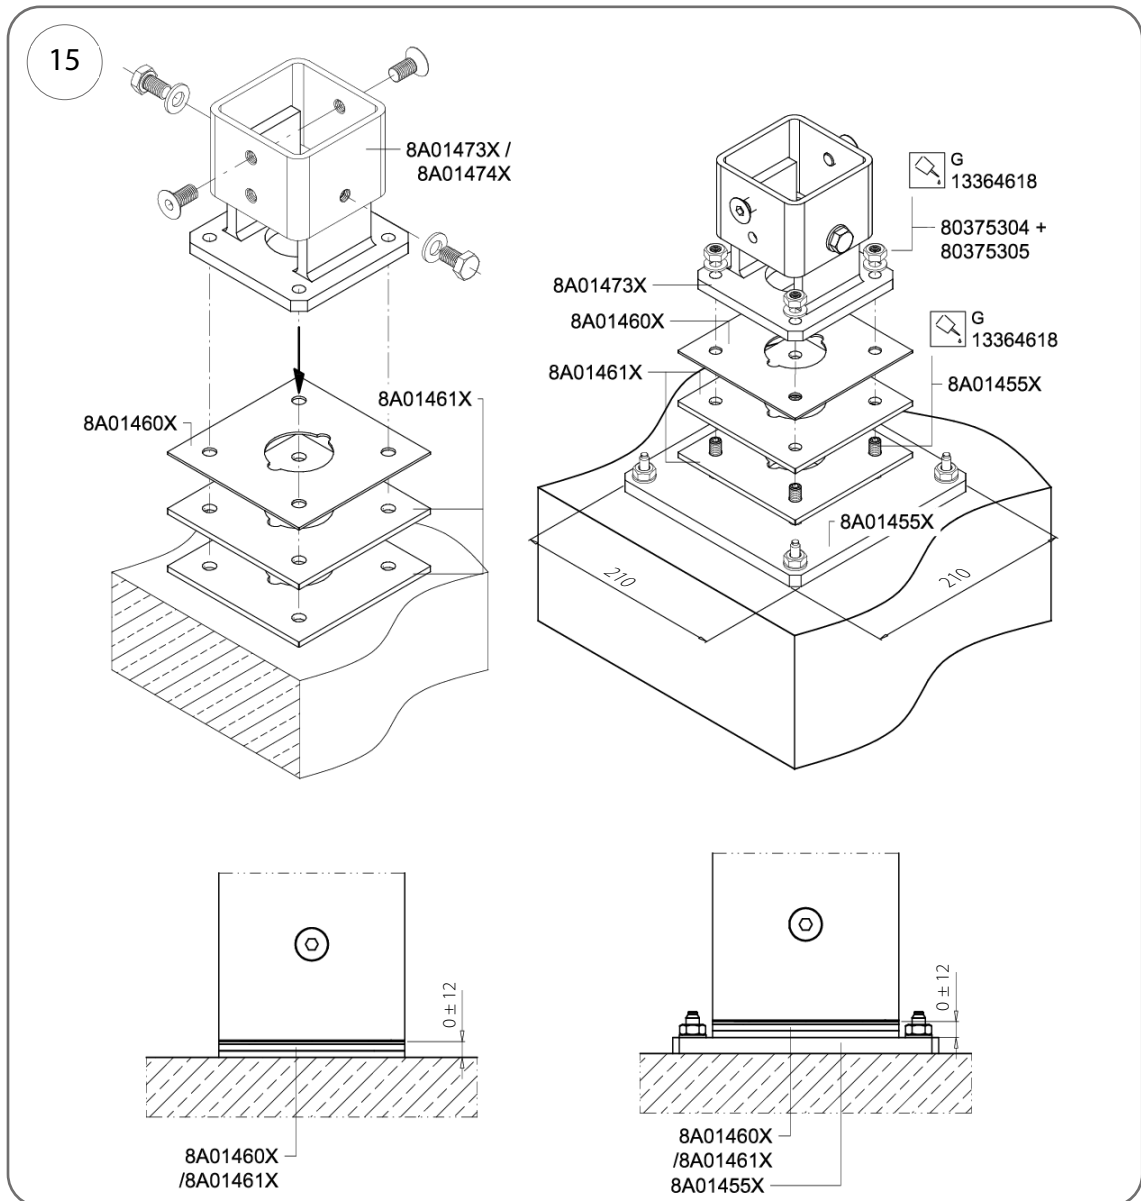

Abb. 15
5. Alle Konsolen in Bezug auf den Montageort des Pfostens mit der höchsten Höhenmarke ausrichten; bei Höhenunterschieden sind Unterlegscheiben von 2 oder 5 mm (Kat.-Nr. 8A01123X; 8A01124X) zu verwenden, die zwischen Adapter und Konsolenfuß eingelegt werden (Abb. 15).